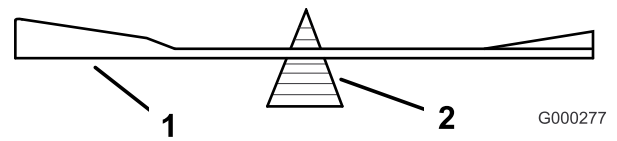
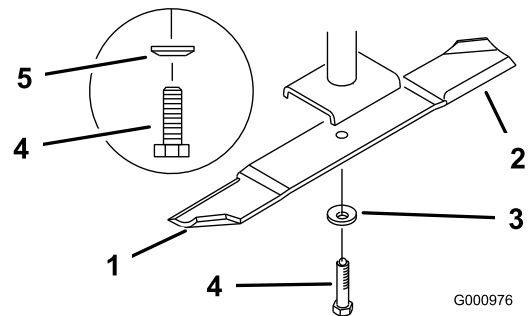

Figure 80
Figure 81
2. Retirez le boulon, la rondelle élastique et la lame de l'axe (Figure 81).
2. Vérifiez l'équilibre de la lame en la plaçant sur un équilibreur (Figure 80). Si la lame reste horizontale, elle est équilibrée et peut être utilisée. Si la lame est déséquilibrée, limez un peu l'extrémité de la partie incurvée seulement (Figure 81). Répétez la procédure jusqu'à ce que la lame soit équilibrée.
1. Placez la lame sur l'axe (Figure 81).
2. Installez la rondelle élastique et le boulon de la lame. Le cône de la rondelle élastique doit être dirigé vers la tête du boulon (Figure 81). Serrez le boulon à 115–149 Nm.